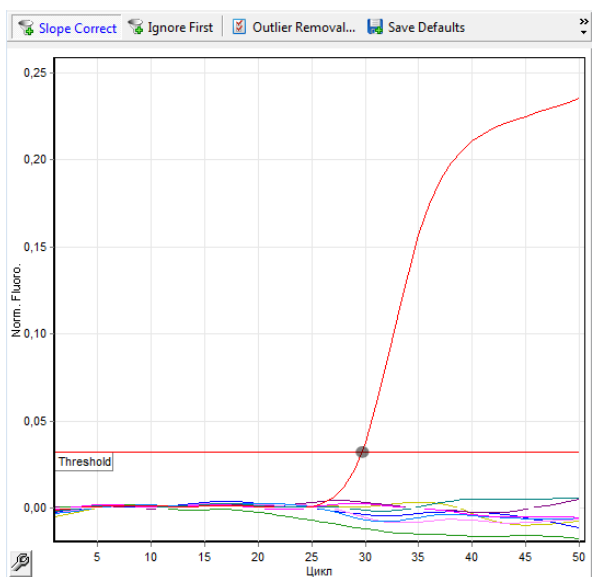

Рис. 1. Выставление пороговой линии на начале линейного участка для КО+.
7. Установите Threshold – 100. Далее вручную опустите пороговую линию в окне с графиками флуоресценции до уровня начала линейного участка для графика, соответствующего КО+. См. рис. 1. Продолжайте анализ результатов в соответствии с разделом Анализ результатов данной инструкции